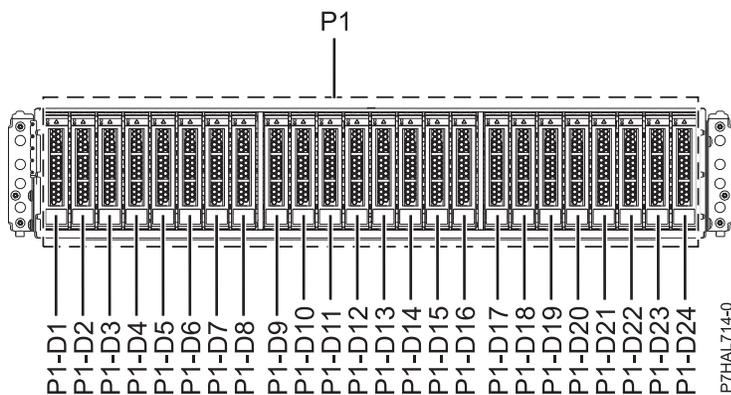
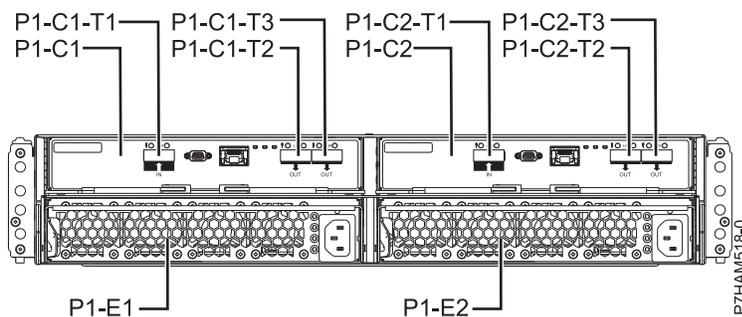

Abbildung 45. Vorderansicht des Plattenlaufwerkgehäuses 5887 mit den Positionen der Plattenlaufwerke
Abbildung 46. Rückansicht des Systems 5887 Plattenlaufwerkgehäuse
1. Ermitteln Sie das Teil und das Gehäuse, an dem Sie arbeiten möchten. Die Steckplätze für Plattenlaufwerke und Solid-State-Laufwerke befinden sich an der Vorderseite des Gehäuses. Abb. 45 und Abb. 46 zeigen die Vorder- und Rückansicht des Plattenlaufwerkgehäuses 5887 sowie die Position der Plattenlaufwerke im 5887 Plattenlaufwerkgehäuse.